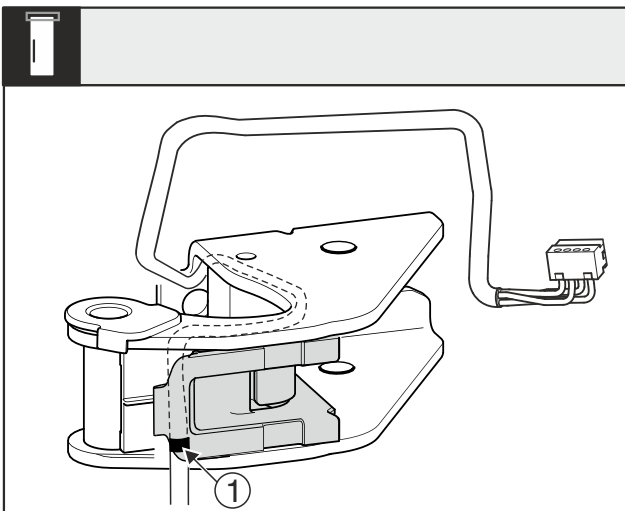

Fig. 28
- ▷ При этом средняя маркировка Fig. 28 (1) должна находиться на краю держателя кабеля.